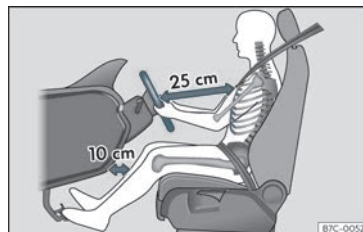

Fig. 2 La separazione corretta tra il conducente e il volante deve essere di 25 cm come minimo (10 pollici).
- Regolare il volante in modo che si trovi a una distanza di almeno 25 cm (10 pollici) dallo sterno»» **fig. 2** e sia possibile tenerlo con entrambe le mani sui lati, all'esterno, con le braccia leggermente flesse.
- Regolare il sedile longitudinalmente in modo da poter premere completamente i pedali tenendo le ginocchia leggermente piegate e in modo tale che la distanza tra l'area del ginocchio e il cruscotto sia di almeno 10 cm (4 pollici)»» **fig. 2**.